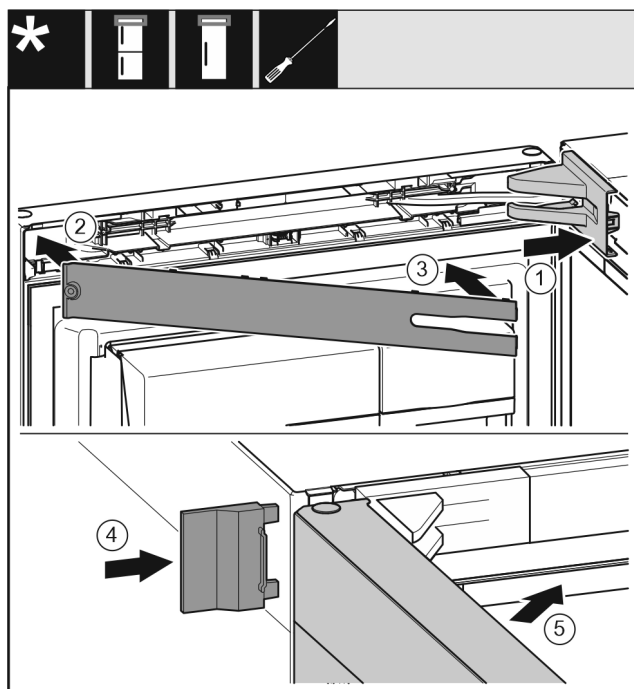

Fig. 73
- ▶ Mettre en place le cache du support de palier Fig. 73 (1) et l'enclencher. Au besoin, l'écarter avec précaution.
- ▶ Poser le cache Fig. 73 (2).
- ▶ Faire pivoter le cache Fig. 73 (3) et l'enclencher.
- ▶ Insérer le cache extérieur Fig. 73 (4).
- ▶ Fermer la porte supérieure Fig. 73 (5).